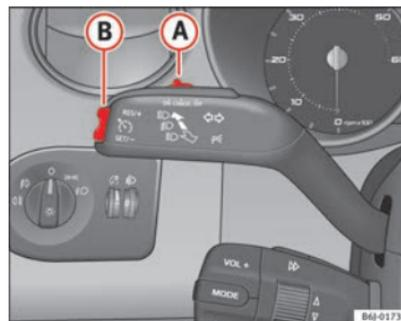

Fig. 110 Levier des cli-gnotants et des feux de route : commande et touche basculante pour régulateur de vitesse
- Déplacez la commande ⇒ fig. 110 **A** vers la gauche pour la mettre sur **ON**.